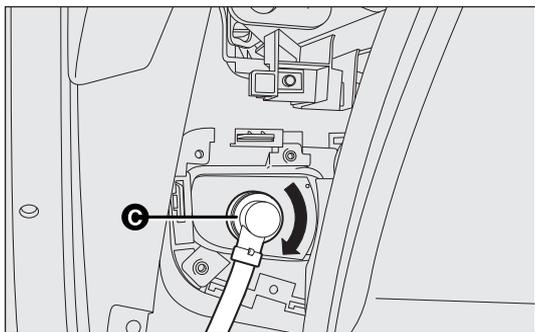

fig. 170
- retirer le capot de protection C-fig. 170 en tournant dans le sens contraire des aiguilles d'une montre ;
- remonter le couvercle/la douille C-fig. 170 en le tournant dans les sens des aiguilles d'une montre en s'assurant du blocage correct ;